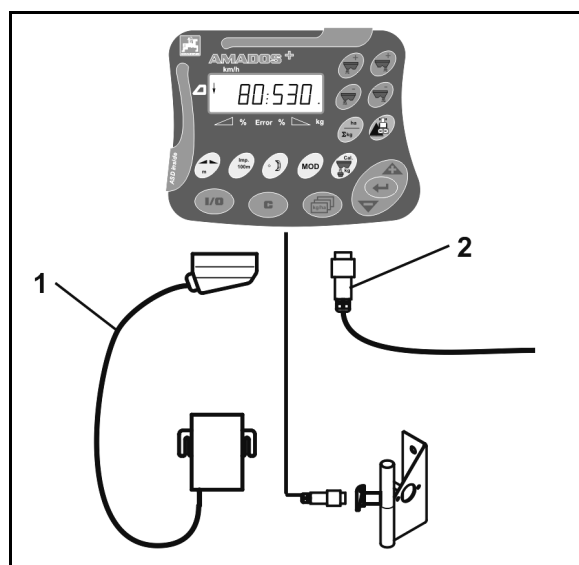

Fig. 2
1. Conectar a máquina montada / acoplada ao tractor através da ficha da máquina (Fig. 2/1).
2. Conectar o cabo de sinal da tomada de sinal do tractor ou o sensor X (Fig. 2/2) ao **AMADOS⁺**.